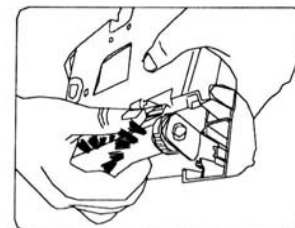

Fig. 13
5. Retirez le bouchon de la barre de la brosse hors de la fente (fig. 13).
9. Insérez la barre de la brosse dans la fente (fig. 13).